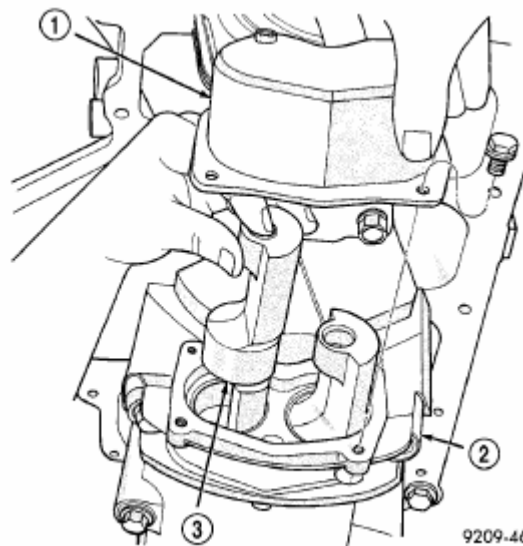

Рис. 116. Балансировочный вал – снятие/установка.
(7) Снять заднюю крышку картера и вынуть балансировочные валы (Рис.116).
(1) После установки балансировочных валов в картер (Рис.116), установить его на блок двигателя и затянуть четыре болта крепления моментом 54 Н·м (40 фут.фунтов-силы).